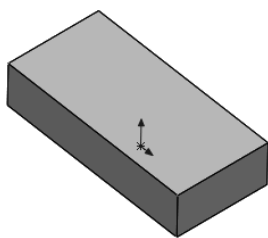

图 1-47 带边线上色模型
- 01 单击“带边线上色”按钮, 其显示效果如图 1-47 所示。